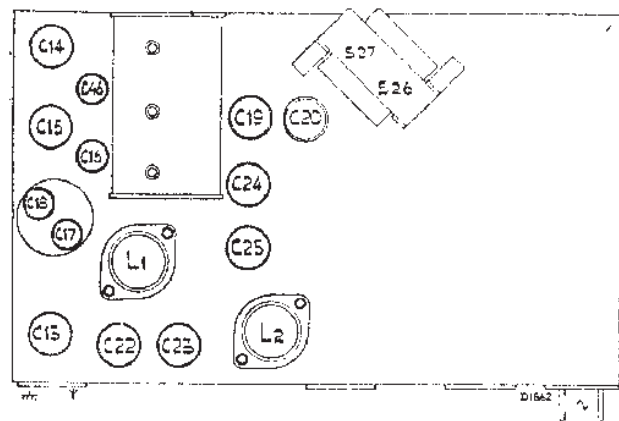
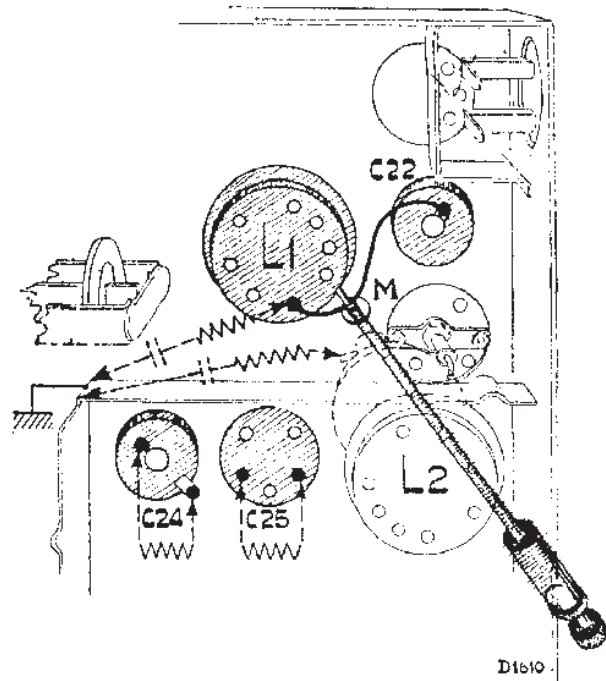

Fig. 4
Fig. 5
3. C24 dempen met 25000 Ohm, (fig. 5) C25 (fig. 4) trimmen op max. output, daarna dempingsweerstand wegnemen.
4. Hulpapparaat aansluiten (b.v. met contactstift door gat in chassis (fig. 5), C22 dempen met 2000 Ohm met 0,1 μ F, te trimmen toestel afstemmen.